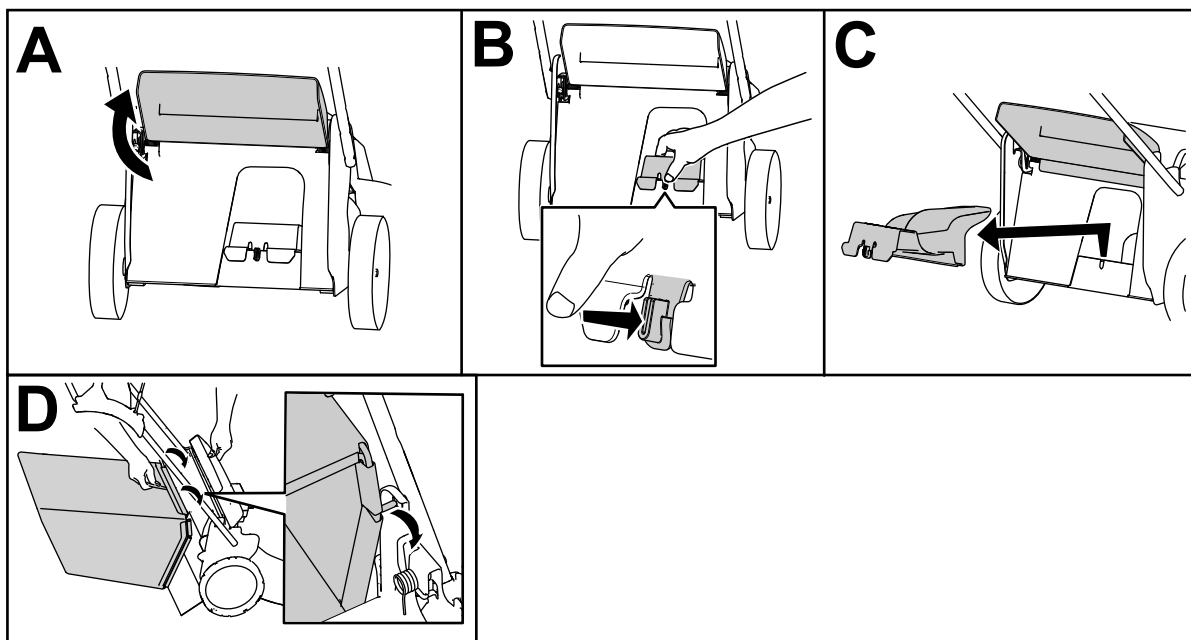

Figura 16
3. Levante y sujete el deflector trasero (**Figura 16, A**).
4. Retire el tapón de descarga trasera presionando el enganche hacia dentro con el dedo pulgar y extrayendo el tapón de la máquina (**Figura 16, B y C**).
5. Inserte los extremos de la varilla del recogedor en las muescas de la base del manillar, y mueva el recogedor hacia adelante y hacia atrás para verificar que los extremos de la varilla están asentados en el fondo de cada muesca (**Figura 16, D**).
3. Retire la varilla del recogedor de las muescas de la base del manillar (Figura 16, A).
4. Instale el tapón de descarga (Figura 16, B).
5. Baje el deflector trasero (Figura 16, C).